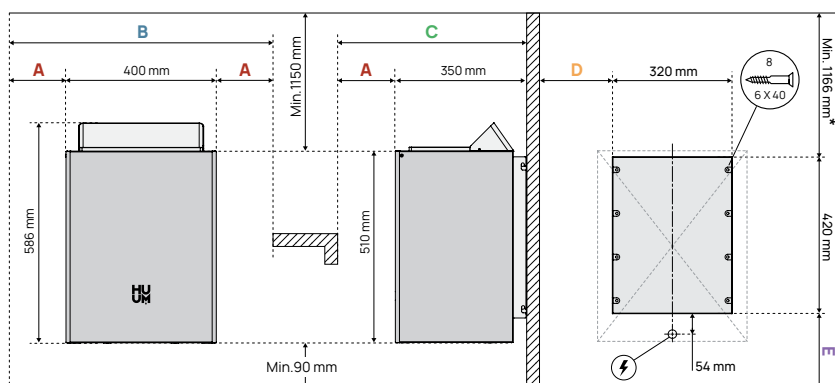

Figura 2. Posizionamento CORE Wall HUUM.
- L'ingresso del cavo di alimentazione si trova sul retro del riscaldatore. La posizione esatta del cavo sulla parete viene misurata in relazione alla piastra di montaggio riscaldatore ed è stata indicata nella **Figura 2 - 5**.